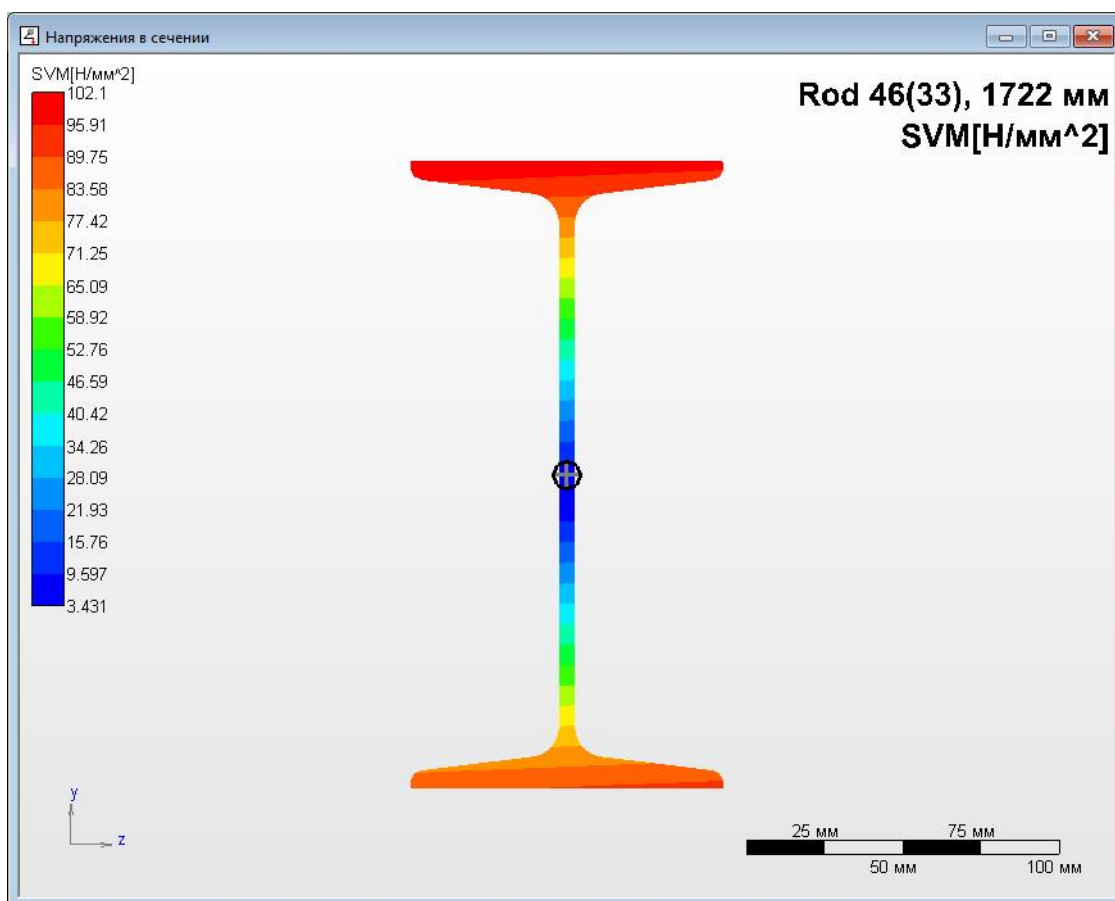

Рис. 2.17
7.3. Просмотр напряжений в поперечном сечении стержня. Можно посмотреть картину распределение напряжений в поперечном сечении любого из стержневых элементов. Для этого необходимо войти в меню **Результаты/Напряжения в сечении...** и указать нужный стержень, щелкнув на нем левой кнопкой мыши. На стержне появится небольшая стрелка, которая при движении мыши перемещается по выбранному стержню. С помощью этой стрелки следует уточнить конкретное положение сечения на стержне. Щелчок левой кнопки мыши вызывает появление диалогового окна, с помощью которого можно задать положение интересующего сечения, после чего откроется карта напряжений в выбранном сечении (рис. 2.17).